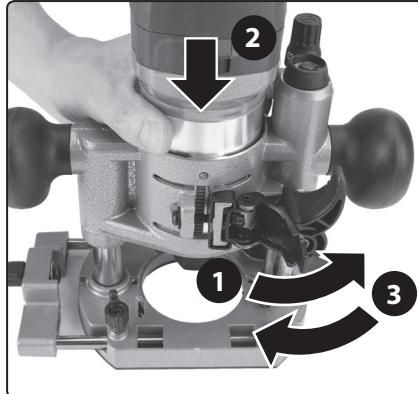

Abb. 23
• Öffnen Sie den Klemmhebel der Tauchgrundplatte (Schritt 1., Abb. 23) und setzen Sie die Motoreinheit so in die Tauchgrundplatte ein, dass sich die vertikale glatte Nut am Fräsekörper an der Stelle des Kolbenplattenstifts befindet. Setzen Sie dann die Motoreinheit in die Tauchgrundplatte ein (Schritt 2., Abb. 23). Rasten Sie dann den Klemmhebel der Tauchgrundplatte ein (Schritt 3., Abb. 23).